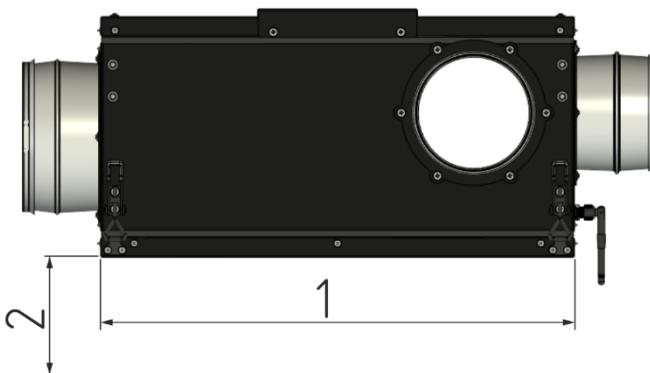

Рис. 2. Зона обслуживания
- Монтировать установку следует с учётом обеспечения доступа к ней для обслуживания (очистка устройства от возможных загрязнений, доступ к управляющей плате) (**см. рис. 2, стр. 8**). Зона обслуживания: